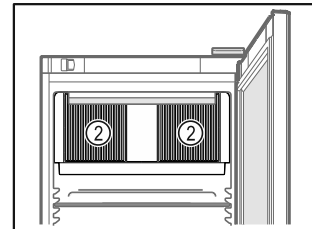

Fig. 39
- ☐ Lüftungsschlitze Fig. 39 (2) des Umluftgebläses im Innenraum freihalten.